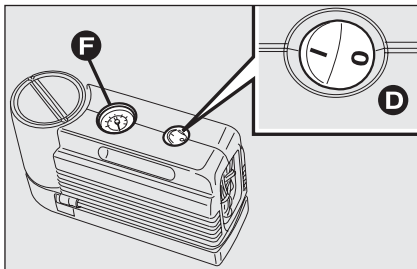
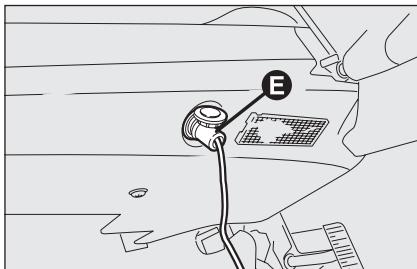

fig. 10
fig. 11
- s'assurer que l'interrupteur **D-fig. 10** du compresseur est en position **0** (éteint), lancer le moteur, insérer la fiche **E-fig. 11** dans la prise de courant la plus proche et actionner le compresseur en déplaçant l'interrupteur **D-fig. 10** en position **I** (allumé). Gonfler le pneu à la pression prescrite au paragraphe "Pression de gonflage" au chapitre "Caractéristiques Techniques".
Nous conseillons de vérifier la valeur de la pression du pneu sur le manomètre **F-fig. 10** quand le compresseur est éteint, afin d'obtenir une lecture plus précise;